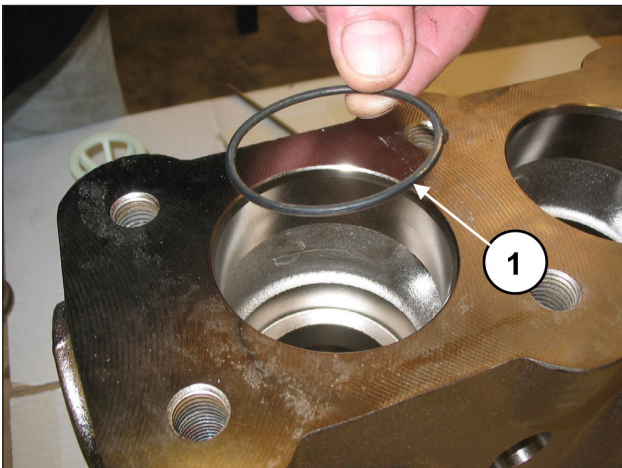

Abb. 114
Setzen Sie den O-Ring ein, Pos. 5 Explosionszeichnung (Pos. ①, Abb. 114).